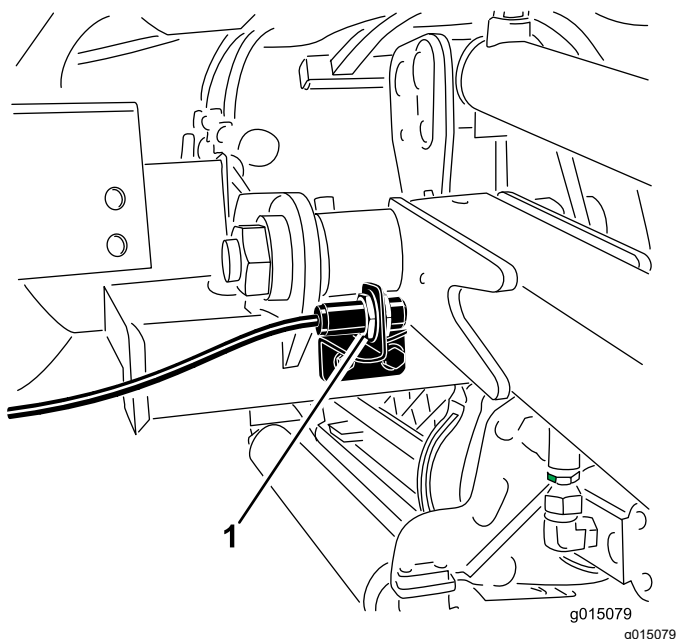

図 60
2. 昇降アームスイッチは、前右昇降アームの裏側にあります 図 60。
3. スイッチ取り付けねじ 図 60 をゆるめ、昇降アームの旋回高さを高くしたい場合にはスイッチを上に移動させる。旋回高さを低くしたい場合にはスイッチを下に移動させる。調整ができたならねじを締め付ける。